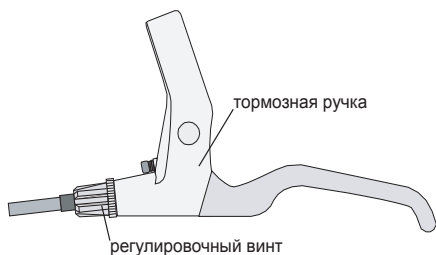
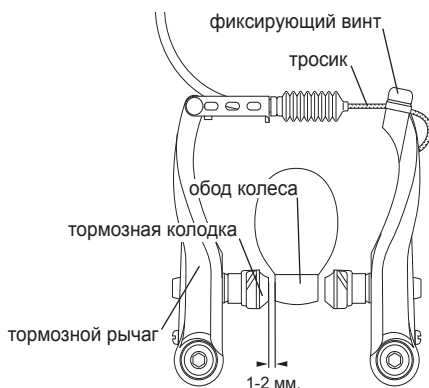

рис. 25
рис. 26
2. закрутите до упора регулировочный винт на тормозной ручке и выкрутите на два оборота (рис. 25); Зафиксируйте трос на тормозном рычаге таким образом, чтобы расстояние между колодками и ободом составляло 1-2 мм (5 н/м)(рис. 26);
3. нажимая тормозную ручку, при необходимости подкорректируйте регулировочным винтом расстояние между тормозными колодками и ободом колеса (рис. 25);